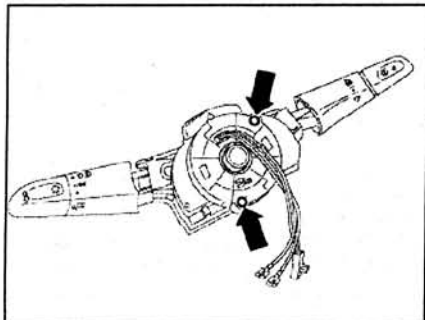

Рис. 6.6. Ослабьте болты крепления (стрелки).
10. Ослабьте болты крепления (**стрелки**) (рис. 6.6). Чтобы предотвратить прокручивание катушки, не извлекайте болты из нее.